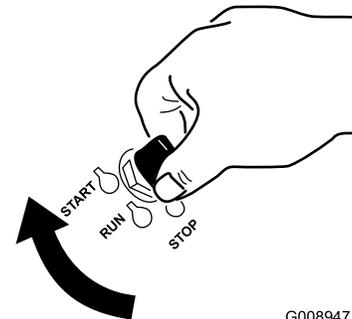

Figure 22
1. Relevez l'arceau de sécurité et bloquez-le en position, asseyez-vous sur le siège et attachez la ceinture de sécurité (Figure 22).
2. Ouvrez lentement le robinet pour égaliser la pression dans le réservoir (Figure 22).
3. Amenez les commandes de déplacement en position de VERROUILLAGE AU POINT MORT (Figure 22).
5. Placez la commande des lames (PDF) en position DÉSENGAGÉE (Figure 22).
6. Déplacez la commande d'accélérateur au 3/4 de sa course entre les positions BAS RÉGIME et HAUT RÉGIME (Figure 22).
7. Tournez la clé de contact à la position de DÉMARRAGE (Figure 22). Relâchez la clé quand le moteur démarre.